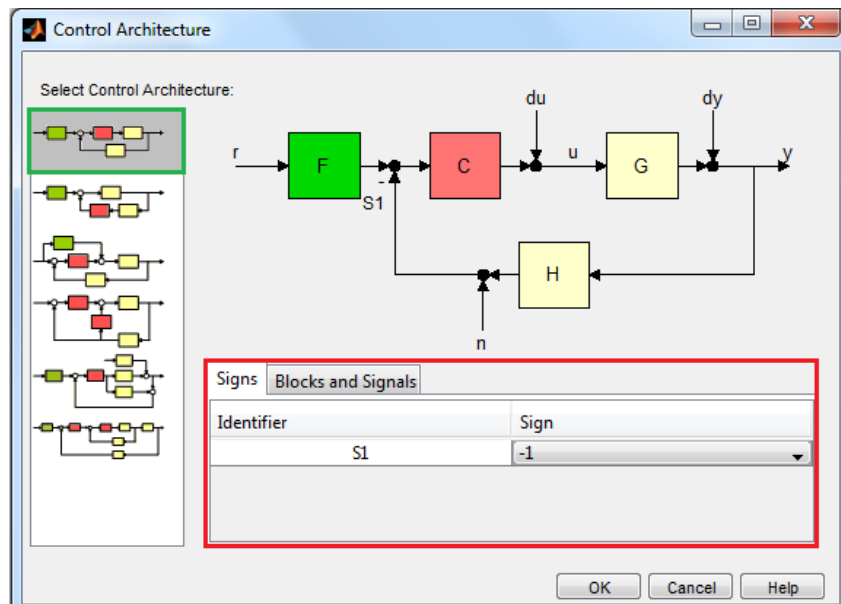
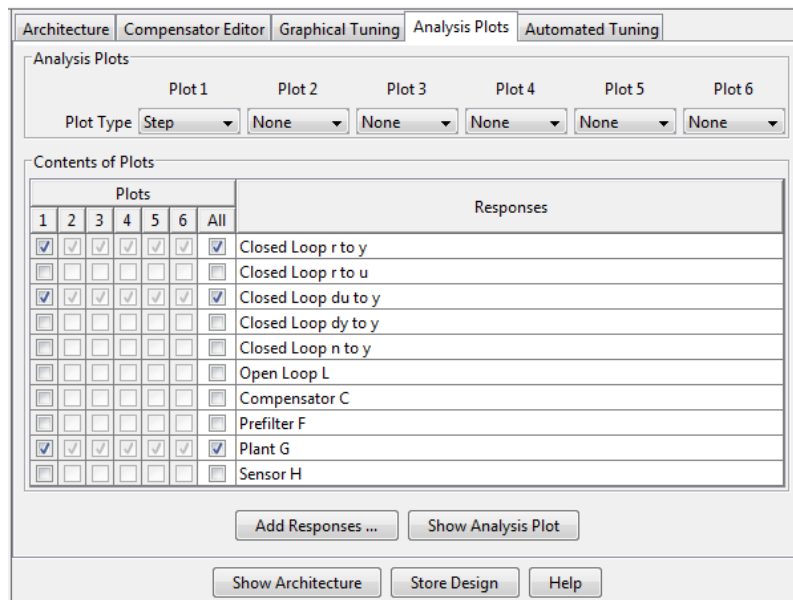

Figura 13. Arquitectura en lazo cerrado para controlador PID de Posición y planta en sisotool.
Figura 20. Configuración parámetros pestaña Analysis Plots.
- Elija la opción 1 haciendo click sobre ella. Esta se encuentra dentro del recuadro verde de la Figura 13.
- La casilla que se encuentra dentro del recuadro rojo corresponde con el tipo de realimentación del sistema que puede ser tanto negativa (-1), como positiva (1). Para este caso deje esta opción en -1. Para finalizar click en OK, como se ve en la Figura 13.
- Configure como se muestra en la Figura 20, los diagramas de sintonización siguiendo el esquema de salidas y entradas propio de Sisotool de la figura 13.